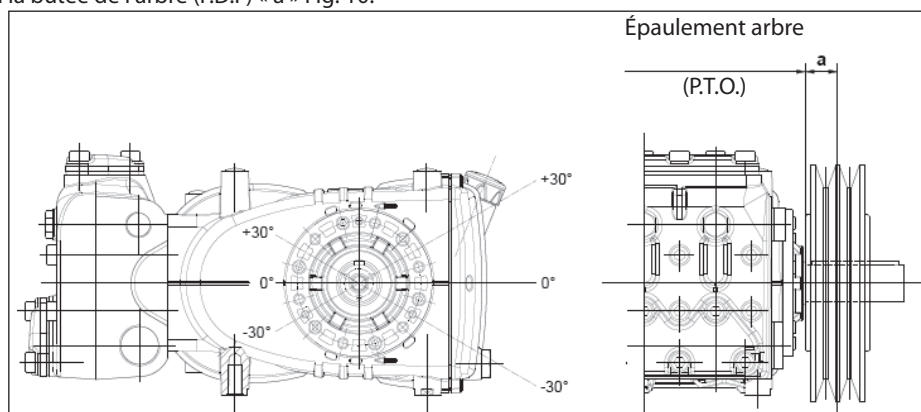

Fig. 10
La charge radiale sur l'arbre ne doit pas être supérieure à 3000 N (valeur nécessaire pour la définition du plan). La transmission est considérée appropriée si cette charge est appliquée à une distance maximum $a=30$ mm de l'épaule de l'arbre (prise de force) comme le montre Fig. 10.
- b) Utiliser des courroies à haut rendement - par exemple **XPB** au lieu de **SPB** - car il sera nécessaire d'avoir une quantité inférieure de courroies égales à la puissance transmise et par conséquent une distance inférieure de la résultante par rapport à la butée de l'arbre (P.D.F) « a » Fig. 10.
- e) Contrôler la direction de la tension de la courroie comme indiqué Fig. 10 : pour toute autre nécessité, contacter le **bureau technique** ou le **service d'assistance clients**.